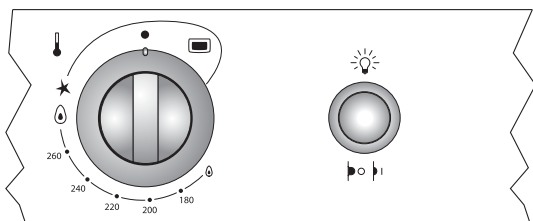

Fig. 3
2. En la posición CERRADO (0) (Fig. 3) oprima y gire, en sentido antihorario, la perilla del horno hasta la posición MAXIMO (MAX).
efectivamente funcione. El mismo debe estar ubicado preferentemente del lado izquierdo de cada artefacto visto desde el frente (Figs. 3 y 4).